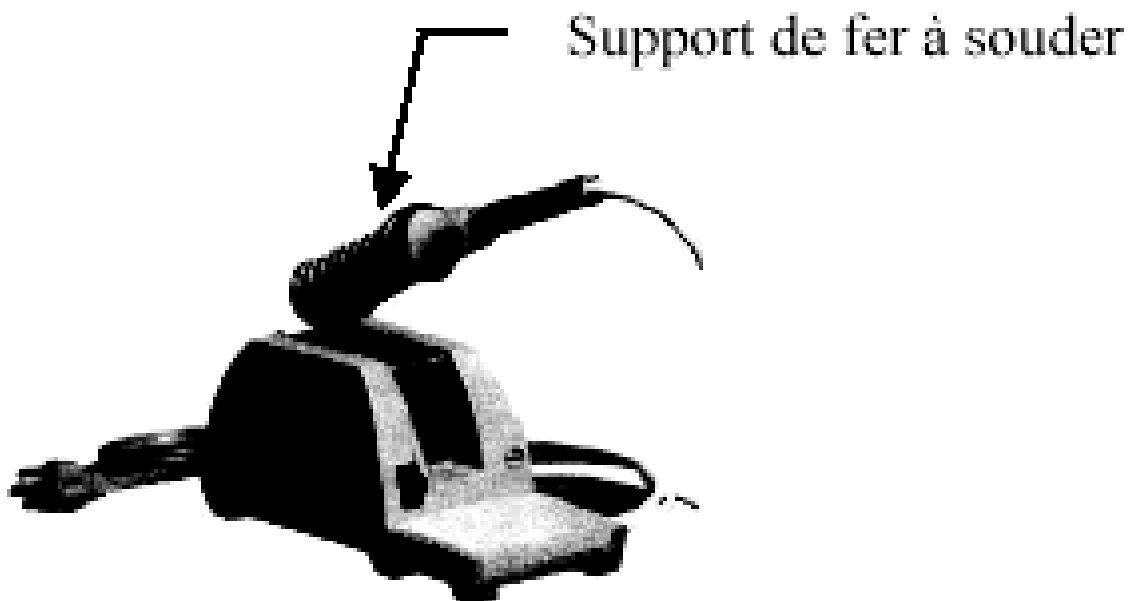

Figure 1.3 – Support de fer à souder
I.3 – Le support de fer à souder : (voir figure 1.3)